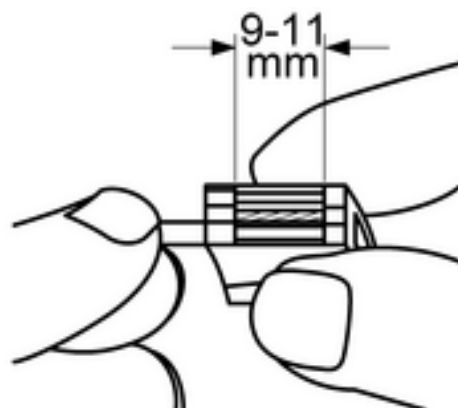

Bild 5: Avskalningslängd
- Skala av 9 - 11 mm (bild 5).